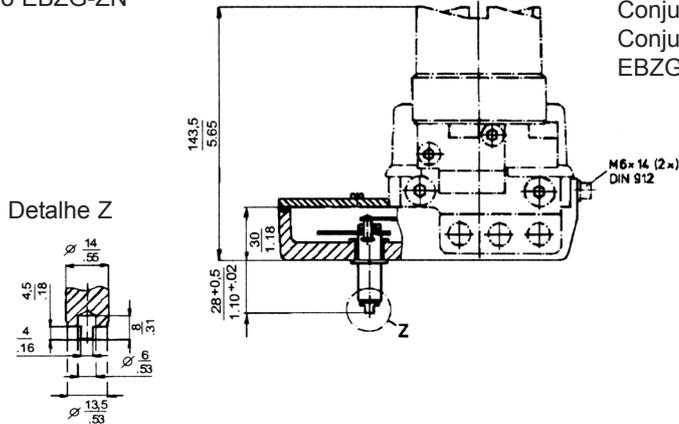

Fig. 12: Atuador tipo pilar, montagem à esquerda
- Fixe o parafuso de realimentação **16** no acoplamento da haste da válvula (vide fig. 12).